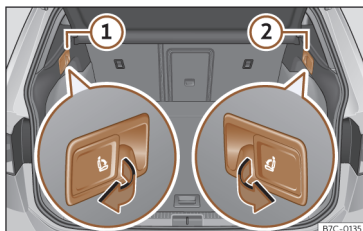

Fig. 103 Na bagageira: alavancas para desbloqueio à distância das partes esquerda ① e direita ② do encosto traseiro.
- Puxe o manípulo de desbloqueio »» Fig. 103 da parte do encosto que deseja rebater.